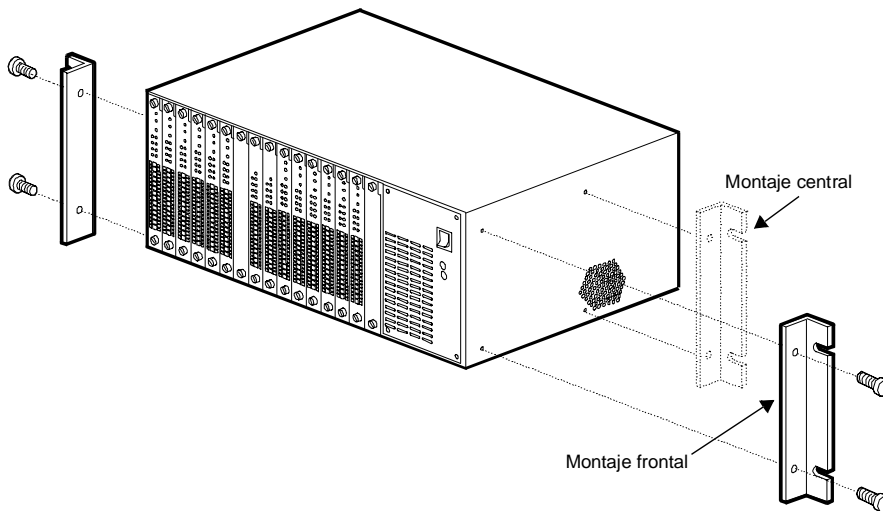

Figura 2-1. Conectar los soportes ampliados al montaje en bastidor
2. Coloque los soportes ampliados sobre uno de los dos juegos de orificios de rosca del lado derecho del chasis, dependiendo de si va a montar el chasis en el bastidor central o frontalmente. Consulte la Figura 2-1.